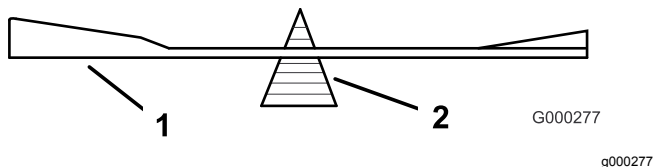
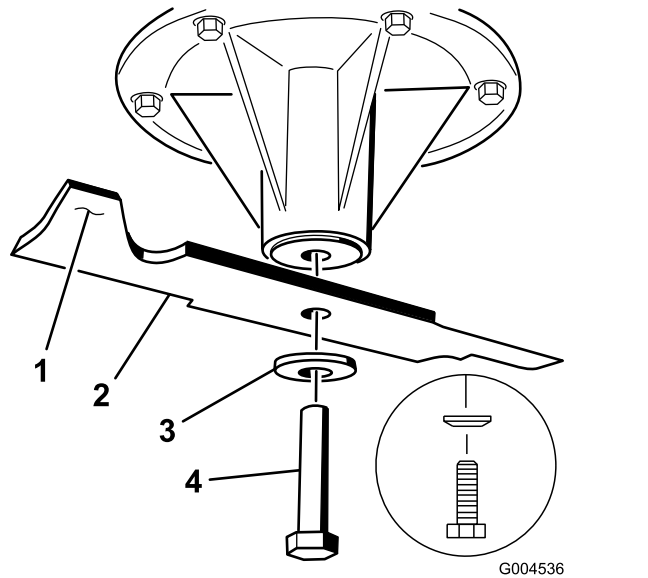

Figura 103
Figura 104
2. Verifique el equilibrio de la cuchilla colocándola sobre un equilibrador de cuchillas (Figura 103). Si la cuchilla se mantiene horizontal, está equilibrada y puede utilizarse. Si la cuchilla no está equilibrada, rebaje algo el metal en la parte de la vela solamente con una lima (Figura 104). Repita este procedimiento hasta que la cuchilla esté equilibrada.
1. Instale la cuchilla en el eje (Figura 104).
2. Instale la arandela elástica y el perno de la cuchilla. El cono de la arandela elástica debe estar orientado hacia la cabeza del perno (Figura 104). Apriete el perno de la cuchilla a 115-150 N·m.